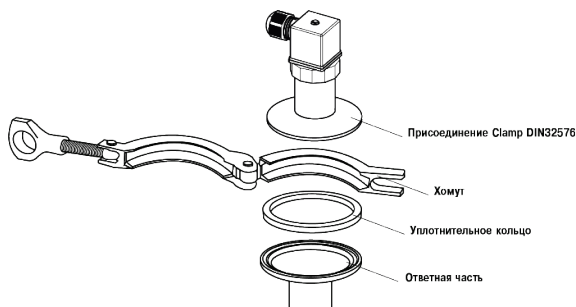
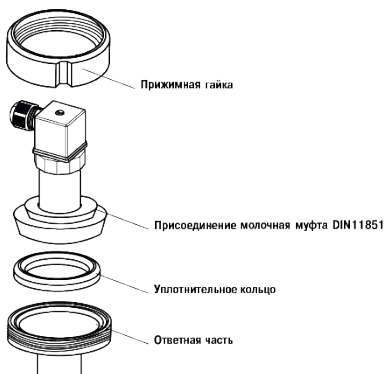

Рисунок 6.1 – Монтаж датчика с присоединением Clamp DIN 32576
Рисунок 6.2 – Монтаж датчика с присоединением молочная муфта DIN11851
4. Прижать датчик хомутом (см. рисунок 6.1) или закрутить прижимной гайкой (см. рисунок 6.2).